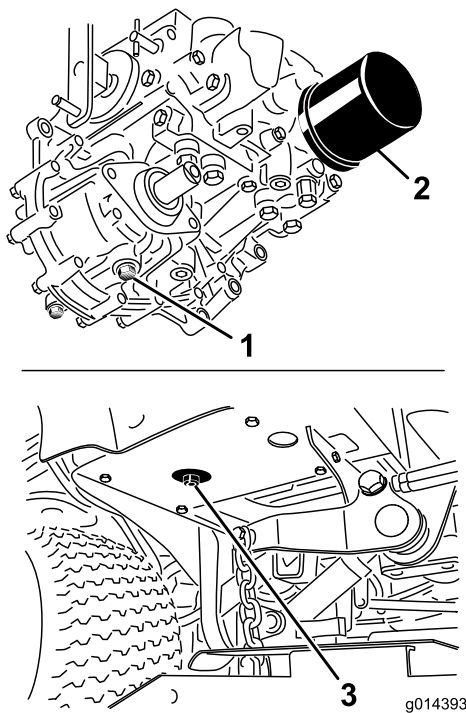

Figura 41
3. Coloque um recipiente grande sob o reservatório hidráulico e cárter da transmissão e retire os bujões, drenando todo o fluido hidráulico (Figura 41).
4. Limpe a zona em redor do filtro de óleo hidráulico e retire-o (Figura 41).